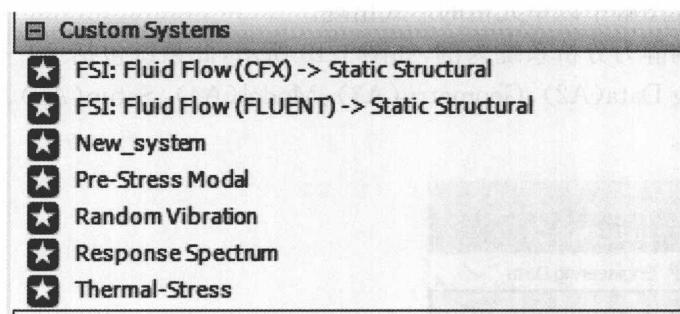

图 1-8 用户流程添加到 Custom Systems 列表
2)在弹出的 Add Project Template 中输入模板系统的名称,在图中为 New_system,按 OK 按钮,在 Workbench 左侧 Toolbox 的 Custom Systems 中出现一个名为 New_system 的用户系统,如图 1-8 所示。
(4) Design Exploration